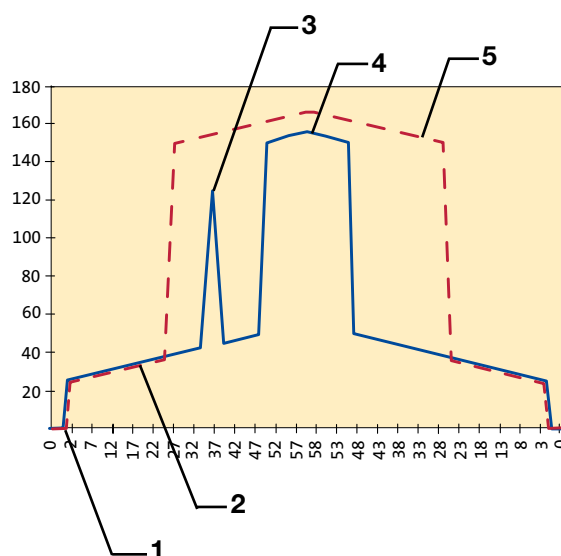

Fig. 7:
4.3 Elevación de la presión en el sistema (Fig. 7)